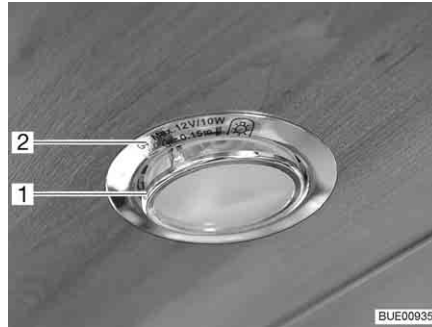

Fig. 284 Lampada alogena a incasso (piatta)
La lampada alogena a incasso (Fig. 284,2) è incassata nel diaframma.
- Estrarre l'anello di copertura interno con lastra di vetro (Fig. 284,1) con uno strumento adeguato (p. es. un cacciavite) dall'involucro.